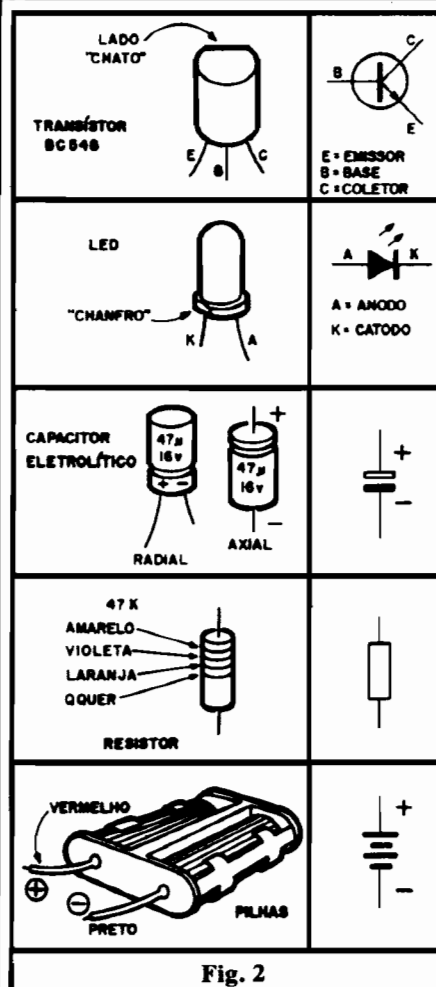

Fig. 2
- FIG. 2 - Componentes do circuito, mostrados em **aparência** e **símbolo**. Aqui o Leitor/Aluno já se depara com **novos** componentes: o